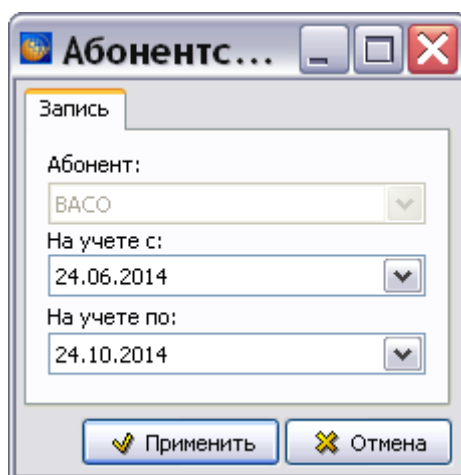

Рис. 22.28
4. Для ввода данных по абонентскому учету нажмите на кнопку Сменить/Задать справа от поля **Абонентский учет**. В окне **Абонентский учет** выберите из календаря даты начала и окончания учета и нажмите на кнопку **Применить** (Рис. 22.28).